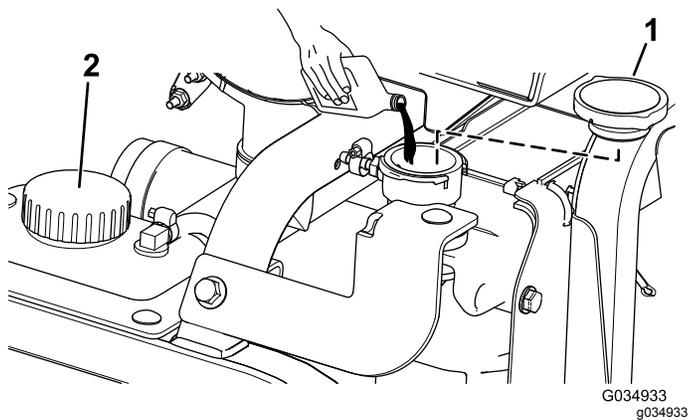

図 119
5. ラジエターの補給口のリップ部まで冷却液を入れる 図 119。